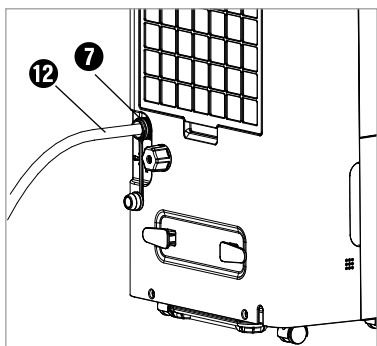

Abb. 3
- ◆ Stecken Sie den mitgelieferten Schlauch 12 in die Wasseraustrittsöffnung 7 (siehe Abbildung 3).